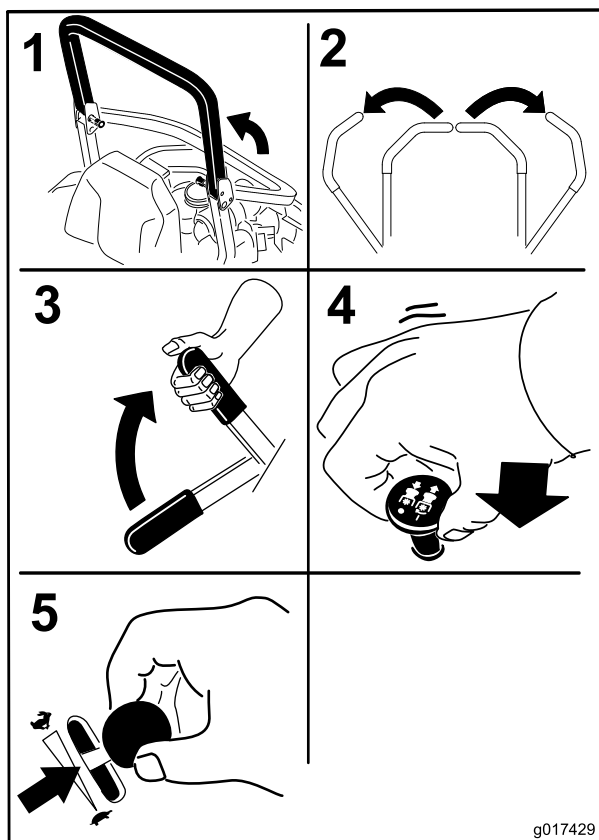

Figura 17
4. Spostate l'interruttore di comando delle lame (PDF) in posizione Off (Figura 17).